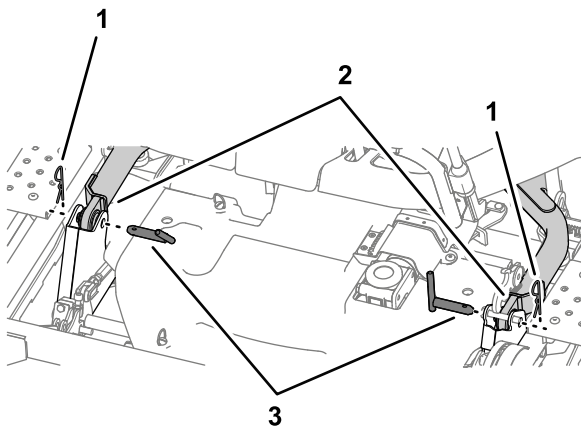

Figura 115
10. Îndepărtați cele 2 cuie de osie și 2 cuie spintecate care fixează brațele de ridicare pe fiecare parte a punii mainii de tuns iarba (Figura 115).
6. Montați cuiul de osie și cuiul spintecat pentru a fixa braele de ridicare pe fiecare parte; consultați Figura 115 din Demontarea punii mainii de tuns iarba \(Pagină 75\).